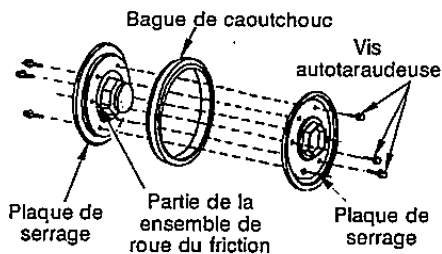

FIGURE 30
Vérifiez le degré d'usure de la roue de frottement au moins une fois par saison. Remplacez la bague en caoutchouc (roue de frottement) avant que les plaques de serrage n'endommagent la plaque d'entraînement en aluminium. Voir la figure 30.
- Remonter la nouvelle bague de caoutchouc à l'ensemble de la roue de frottement, donnez approximativement deux tours de tournevis à chacune des vis, et ce, jusqu'à qu'elles soient bien serrées. Il est très important que la bague de caoutchouc soit bien montée de façon symétrique. Voir la figure 30.